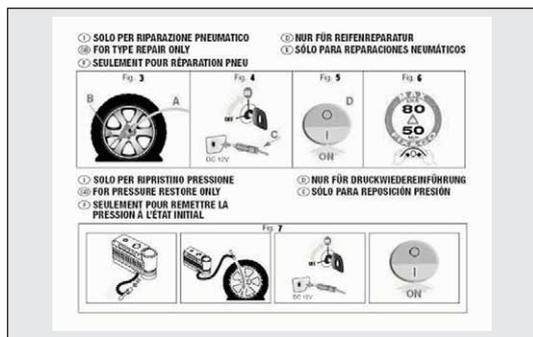

fig. 142
- un folleto informativo (véase fig. 142) con las instrucciones para utilizar correctamente el kit de reparación rápida que, más tarde, deberá entregarse al personal que reparará el neumático tratado;